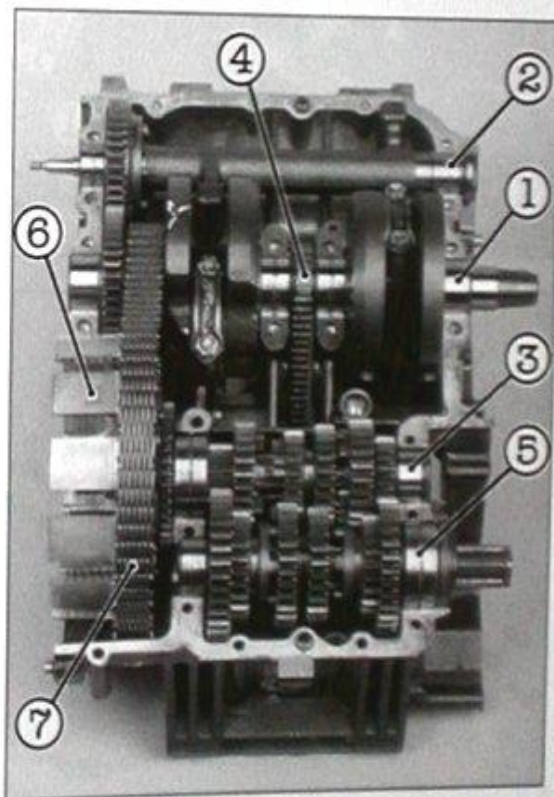

Bild 238
- Ausgleichswelle und Kurbelwelle mit Pleueln samt Steuer- und Primärkette in obere Gehäusehälfte einlegen (Bild 238).